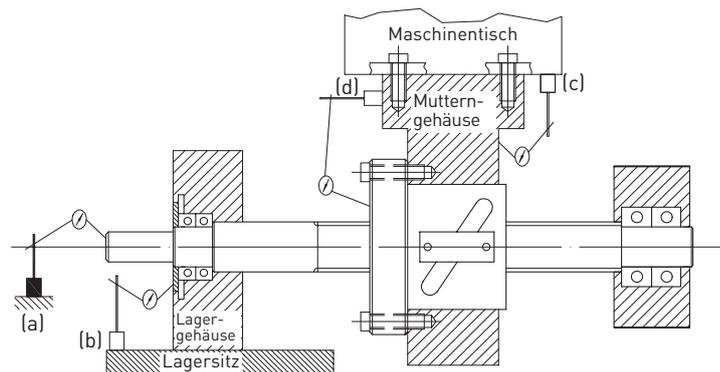

Abb. 7.2 Grund für abnormales Spiel feststellen
1. Kugel-Lehre in das zentrale Loch an einem Ende der Kugelgewindespindel kleben. Benutzen Sie eine Messuhr, um das Axialspiel der Kugel-Lehre zu messen, während Sie die Kugelgewindespindel drehen. (Abb. 7.2 (a)). Die Bewegung sollte nicht mehr als 0,003 mm betragen, wenn Lager, Kugelgewindemutter und das Muttergehäuse korrekt montiert sind.
2. Messen Sie mit einer Messuhr die relative Bewegung zwischen Lagergehäuse und Lagersitz, während Sie die Kugelgewindespindel drehen (Abb. 7.2 (b)). Jeder Messwert, der von Null abweicht, zeigt, dass das Lager entweder nicht steif genug oder falsch montiert ist.
3. Relative Bewegung zwischen Maschinenbett und dem Gehäuse der Kugelgewindemutter prüfen (Abb. 7.2 (c)).
4. Relative Bewegung zwischen dem Gehäuse der Kugelgewindemutter und -flansch prüfen (Abb. 7.2 (d)).
Das auf die Kugelgewindemutter oder auf ein Lager montierte Gehäuse verwindet sich möglicherweise unter dem Gewicht der Komponenten oder der Maschinenlast, wenn es nicht steif genug ist. Der Testaufbau, der in Abb. 7.2 \(d\) dargestellt ist, kann zur Prüfung der Steifigkeit des Muttergehäuses dienen. Ähnliche Testaufbauten können zur Prüfung der Steifigkeit für Lagergehäuse verwendet werden.